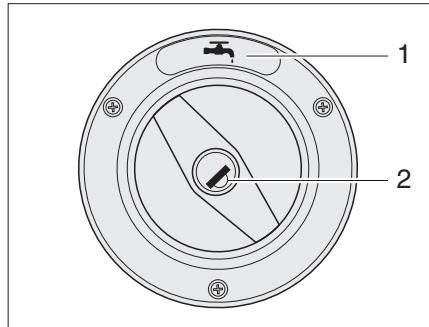
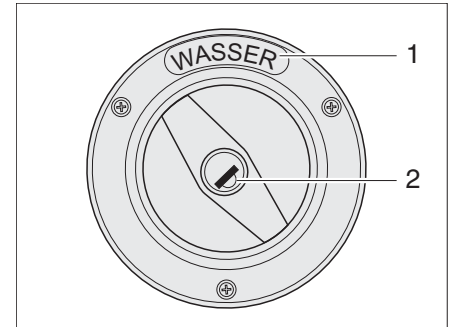

Fig. 6 Coperchio per bocchettone di riempimento dell'acqua potabile (variante 1)
Fig. 7 Coperchio per bocchettone di riempimento dell'acqua potabile (variante 2)
- ▷ Il bocchettone di riempimento dell'acqua potabile è contraddistinto dal simbolo "☕" (Fig. 6,1) o dalla scritta "ACQUA" (Fig. 7,1).
- Inserire la chiave nel cilindro della serratura (Fig. 6,2 o Fig. 7,2) e ruotare in senso antiorario.